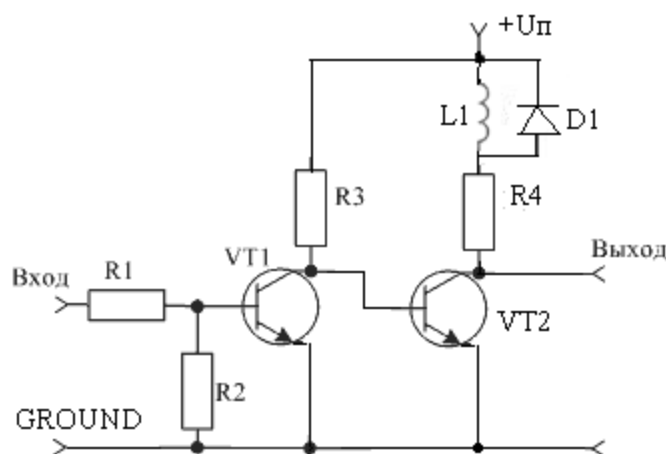

Рис. 6 Схема транзисторного ключа
**Задача №6.** Разработать EXPRESS-модель схемы транзисторного ключа (рис. 6). Номиналы копонентов ключа для различных вариантов указаны в Таблице 6.